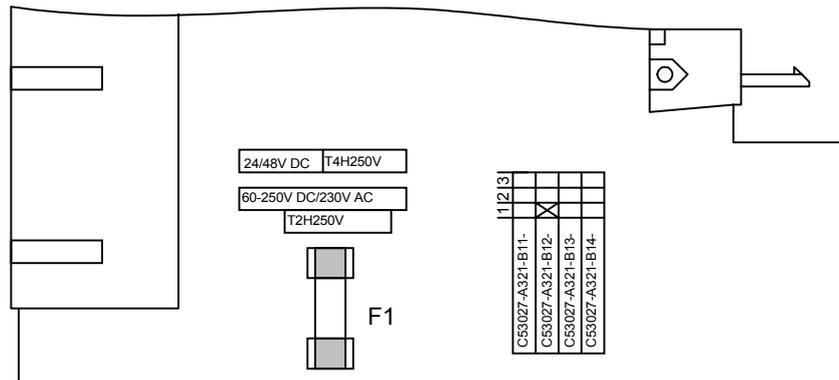

Рисунок 9-6 Предохранитель блока питания на печатной плате процессорного блока CPU.
- ❑ Вынуть неисправный предохранитель. Расположение предохранителя может измениться, но на блоке процессора CPU находится только один предохранитель. (Смотрите Рисунок 9-6).